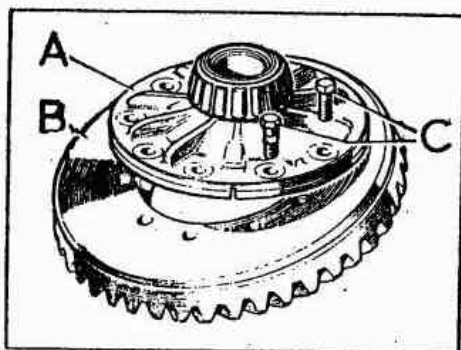

Fig. E -36 Elementos de fijación de la corona
- 1.09. Separar la corona, B (Fig. E -36), sujeto a la caja de satélites, A, por los tornillos, C.